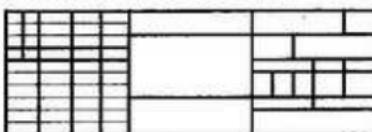

图 6-12 绘制目标标题栏
4) 单击 (直线) 工具，绘制目标标题栏内部直线，标注尺寸定位后隐藏，绘制出如图 6-12 所示的标题栏。